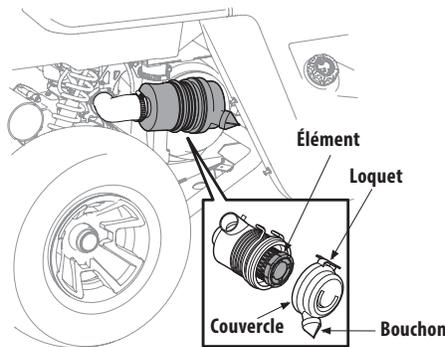

Figure 4-1
1. Soulevez le loquet et tournez-le dans le sens anti-horaire pour retirer le couvercle du filtre à air. Voir Figure 4-1.
IMPORTANT : Lorsque vous rattachez le couvercle, vérifiez que la valve d'évacuation est dirigée vers le sol. Voir Figure 4-1.